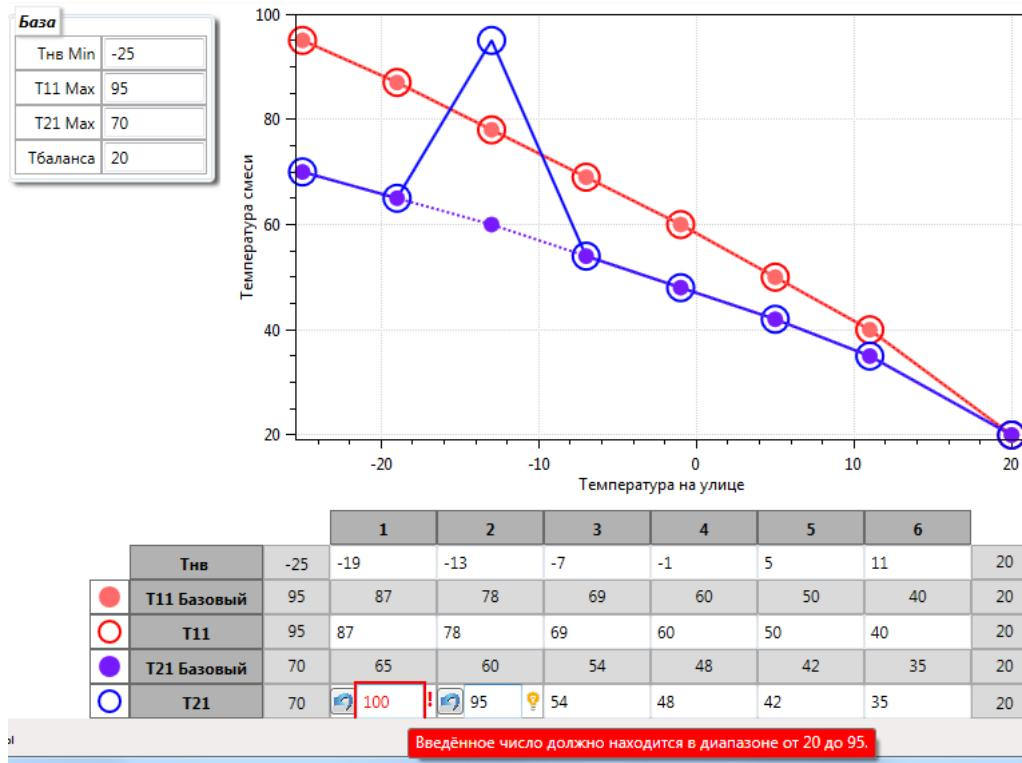
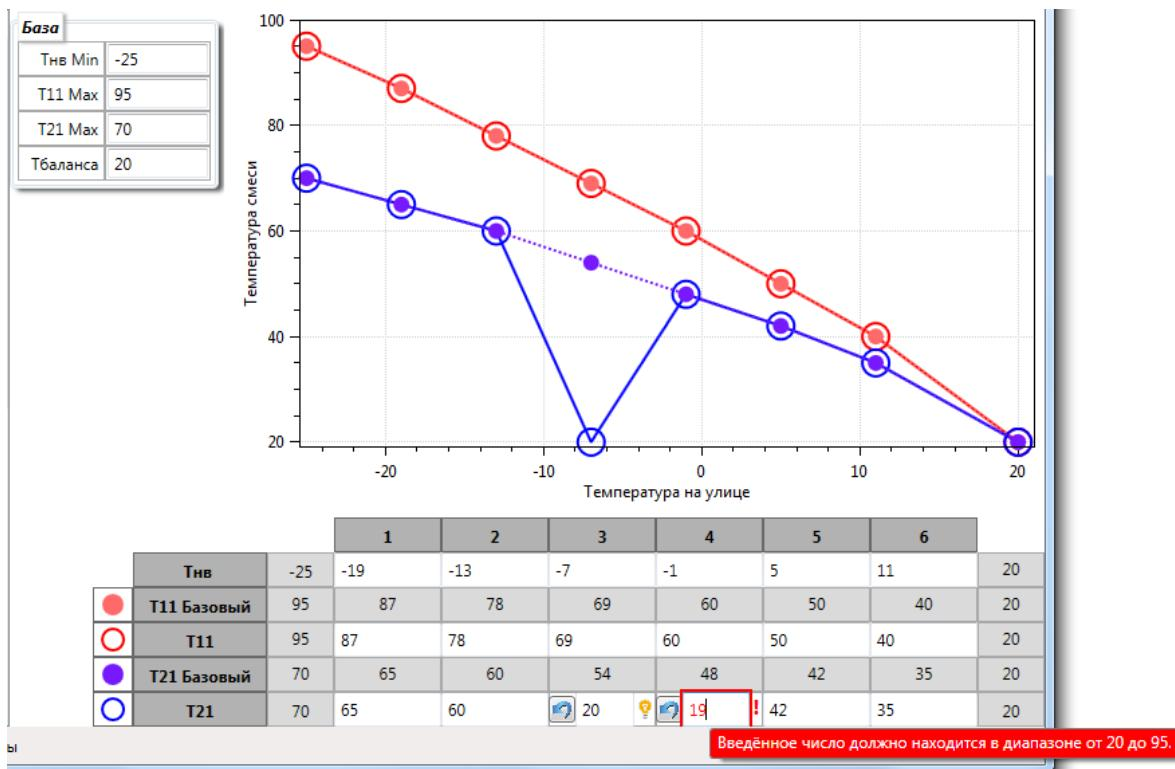

Рисунок 48 – контроль верхней границы для Т21
Рисунок 49 – контроль нижней границы для Т21
- T11Max<= T21<=Тбаланса (Рисунок 48 и Рисунок 49).